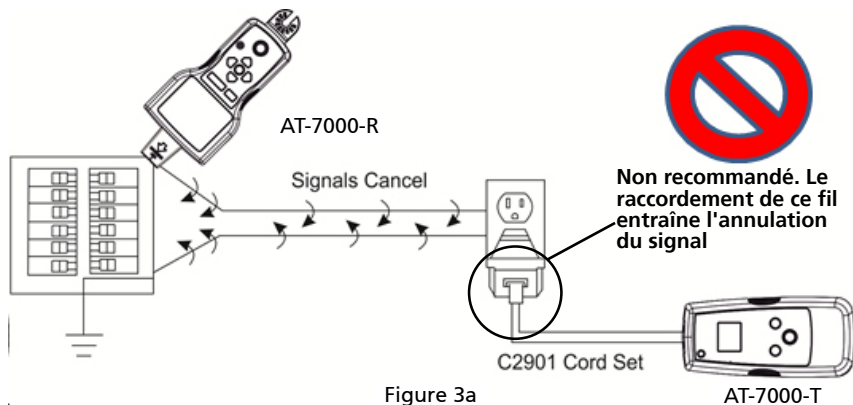

Figure 3a
2. Connectez le câble rouge au fil alimenté sous tension (sur le côté charge du système). Le signal sera UNIQUEMENT transmis entre la prise à laquelle le transmetteur est raccordé et la source d'alimentation (voir Figure 3a).